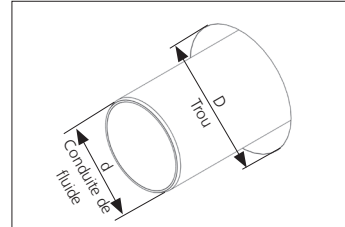

Fig. 1
- Comparer et vérifier le diamètre (D) du carottage/ de la gaine ainsi que le diamètre (d) de la tube porteur à l'aide du programme de calcul aux indications de la joint modulaire d'étanchéité.
- Vérifier que la tube porteur est placée en position centrale et horizontale dans le carottage/la gaine (voir fig. 1 et 2).